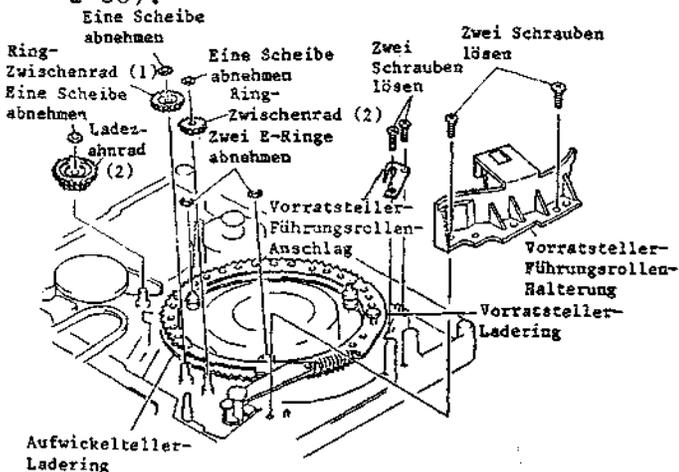
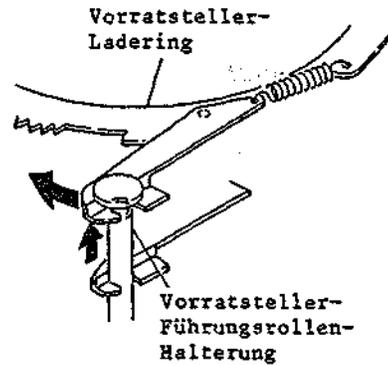

Abb. 2-87 Ausbau des Vorratsteller-Laderings und des Aufwickelteller-Laderings
Abb. 2-88 Ausbau des Vorratsteller-Laderings und des Aufwickelteller-Laderings
3-37 Ausbau des Vorratsteller-Laderings und des Aufwickelteller-Laderings (Abb. 2-87, 2-88)
13. Zwei (2) Befestigungsschrauben der Vorratsteller-Führungsrollen-Halterung lösen (siehe Abb. 2-87).
14. Zwei (2) Befestigungsschrauben des Vorratsteller-Führungsrollen-Anschlags lösen.
15. Eine (1) Scheibe abnehmen und das Ladezahnrad (2) aus dem Chassis ziehen.
16. Eine (1) Scheibe abnehmen und das Ring-Zwischenrad (1) aus dem Chassis ziehen.
17. Eine (1) Scheibe abnehmen und das Ring-Zwischenrad (2) aus dem Chassis ziehen.
18. Zwei (2) E-Ringe, mit denen der Vorratsteller-Ladering befestigt ist, und den Vorratsteller-Ladering abnehmen.
19. Eine (1) Lasche des Vorratsteller-Laderinges an der Vorratsteller-Führungsrollen-Halterung in Pfeilrichtung freigeben (siehe Abb. 2-88).